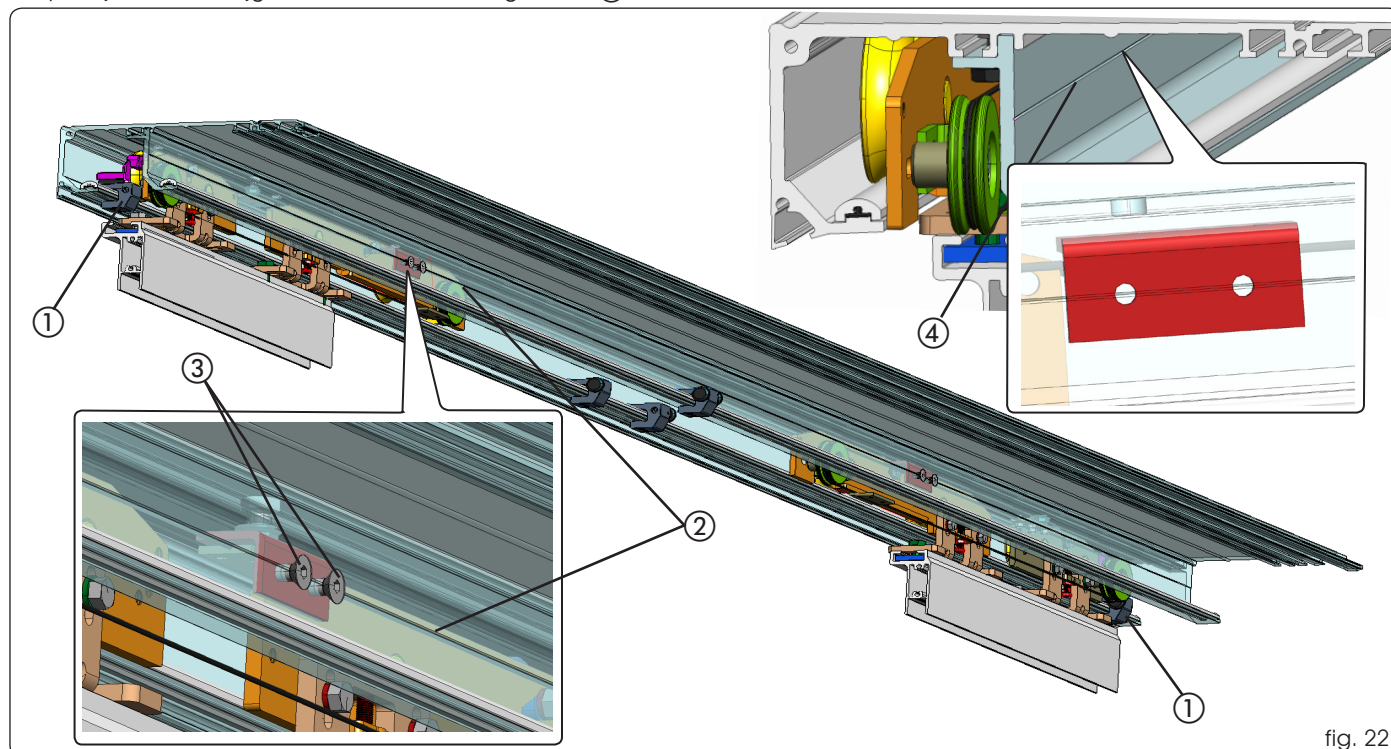

fig. 22
Gebruik de tabellen A of B voor de enkele vleugel rechts of links of de dubbele vleugel, om de verzonken gaten aan de zijkant van het telescopische profiel met een diameter van 5mm te boren, zoals aangegeven in fig.22 ref. (4), voor de bevestiging van het plaatje of de plaatjes van de staalkabel. Gebruik de streep op het telescopische profiel fig.22 ref. (2) en de bijbehorende sjabloon om de twee gaten van het plaatje op een lijn te houden. Zet de externe vleugels helemaal open tot aan de externe mechanische aanslagen, fig.22 ref. (1). Gebruik de referentiestreep op het telescopische profiel, fig.22 ref. (2) Bevestig vervolgens de plaatjes met de bijgeleverde schroeven, fig.22 ref. (3).